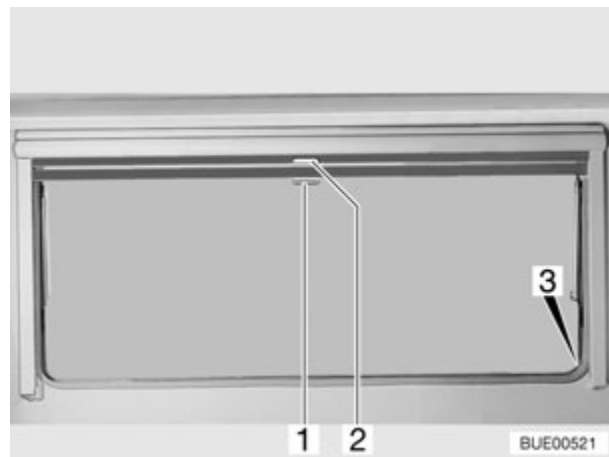

Fig. 41 Ventana abatible (variante 1)
- Tirar del asidero (Fig. 41,2) de la persiana oscurecedora enrollable hacia abajo. Cuando la persiana oscurecedora enrollable se cierre por completo, encajarla en el bloqueo (Fig. 41,3) a ambos lados del marco de la ventana.
- Tirar hacia abajo de la mosquitera enrollable (Fig. 41,1) y engancharla en el bloqueo (Fig. 41,3) a ambos lados del marco de la ventana.
- Presionar el tirador (Fig. 41,1) hacia abajo y tirarlo ligeramente hacia dentro. Desenganchar la mosquitera enrollable de los bloqueos a izquierda y derecha del marco de la ventana.